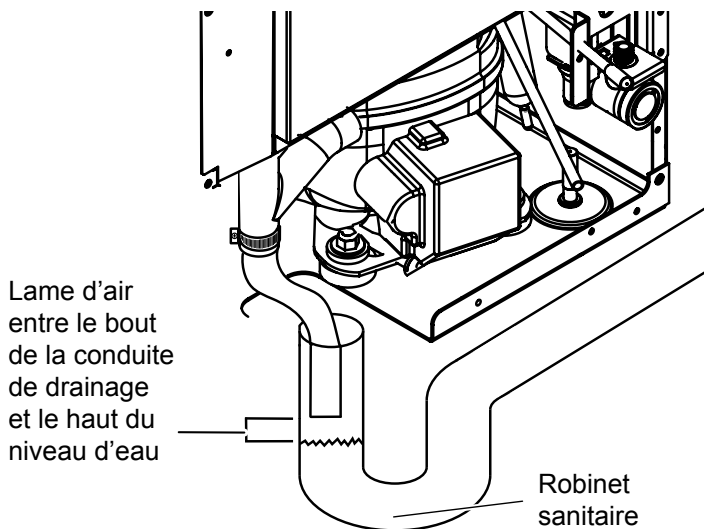

Figure 13: Exemple de drain ouvert.
- c. Votre conduite de vidange aboutit bien dans un drain ouvert (Figure 13).